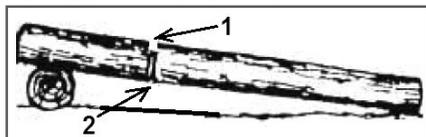

Рис. 17 Пропилы при раскряжке дерева на одной опоре
2. Бревно лежит на одной опоре (Рис. 17). Разгрузочный пропил (1) на 1/3 бревна делается сверху. Основной пропил (2) делается снизу навстречу разгрузочному пропилу.